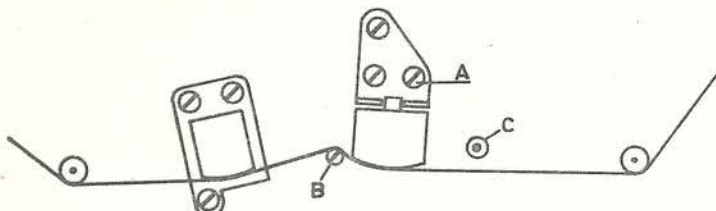

fig.2
Leg een proefband in volgens fig. 2. De instelling van de opname/weergavekop met behoud van de gegeven verticale instelling nu zo corrigeren dat de band ca 0,1 mm boven de bovenste luchtspleet uitkomt (fig. 3a).
• **Fijninstelling:** leg een testband in waarop een signaal met frequentie 8000 Hz op de sporen 1 en 3 opgenomen is (bij bandsnelheid 9,5 cm/sec). Sluit de buisvoltmeter aan op de luidsprekeraansluitbus. Schakel de recorder in op weergavestand, spoor 1, bandsnelheid 9,5 cm/sec. Stel schroef A (Fig. 2) voorzichtig in op maximum uitgangsspanning. Verricht dezelfde instelling op spoor 3. Herhaal en corrigeer de instelling op beide sporen tot het verschil tussen de uitgangsspanningen zo klein mogelijk is.